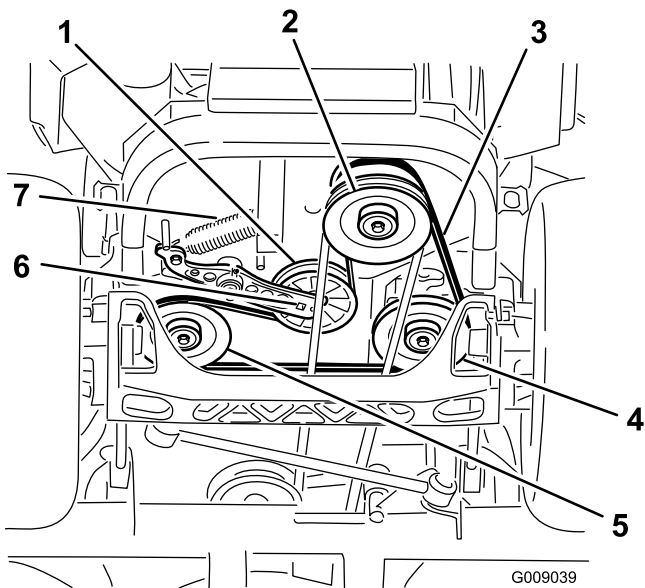

Figure 75
4. Soulevez la machine sur des chandelles (Figure 75).
5. Insérez un rochet dans le trou carré du bras de la poulie de tension pour détacher le ressort de la poulie de tension (Figure 75).
6. Décrochez le ressort de la poulie de tension du cadre (Figure 75).
9. Insérez un rochet dans le trou carré du bras de la poulie de tension pour installer le ressort de la poulie de tension sur le cadre (Figure 75).